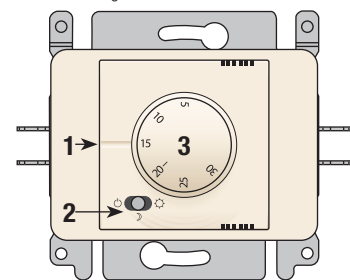

fig.3
Onderdelen (fig.3)
1. Ingestelde waarde: het streepje duidt de gewenste temperatuur aan (Op fig.3 is de thermostaat bv. ingesteld op 15°C).